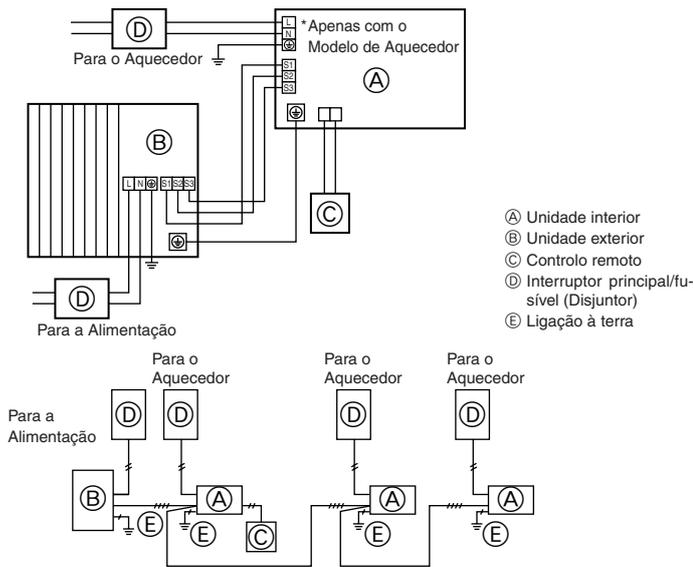
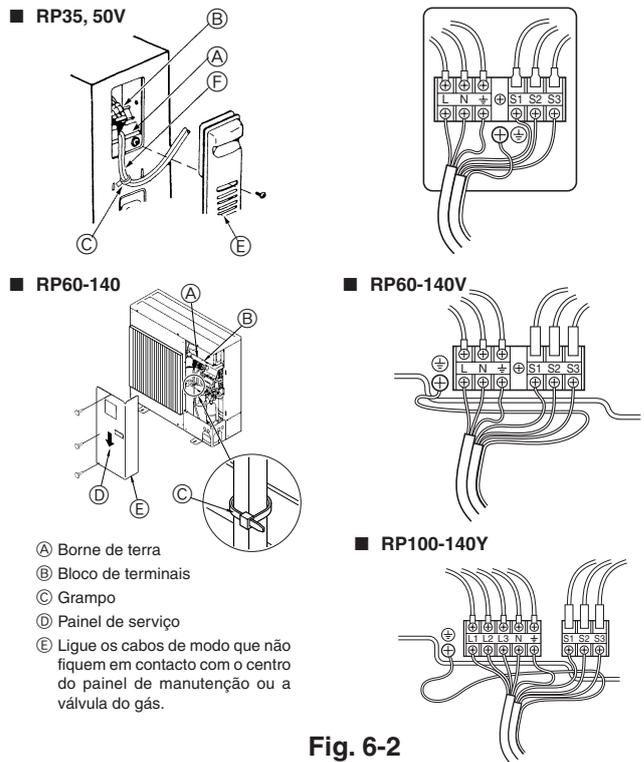

Fig. 6-1
Fig. 6-2
6.1. Unidade exterior (Fig. 6-1, Fig. 6-2)
- 2 Ligue os cabos consultando a Fig. 6-1 e a Fig. 6-2.